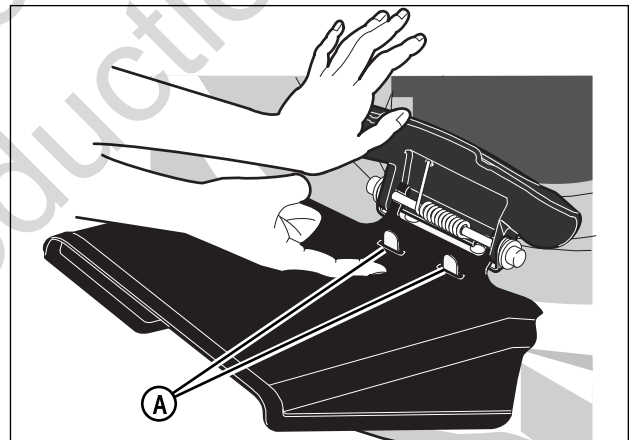
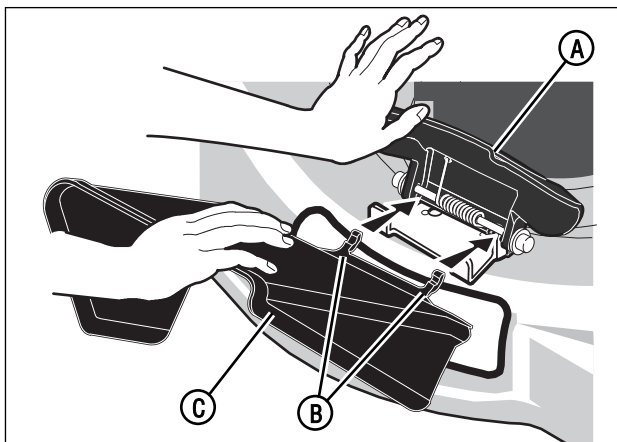

Figura 14: Lengüetas de enganche del deflector de descarga lateral
Figura 13: Instalación del deflector de descarga lateral
1. Levante la cubierta del triturador (A, Figura 13).
2. Deslice las dos lengüetas (B) del deflector lateral (C) debajo del pasador-pivote.
3. Baje el deflector lateral. Verifique que la lengüeta de enganche (A, Figura 14) atraviesa la ranura en el deflector lateral.